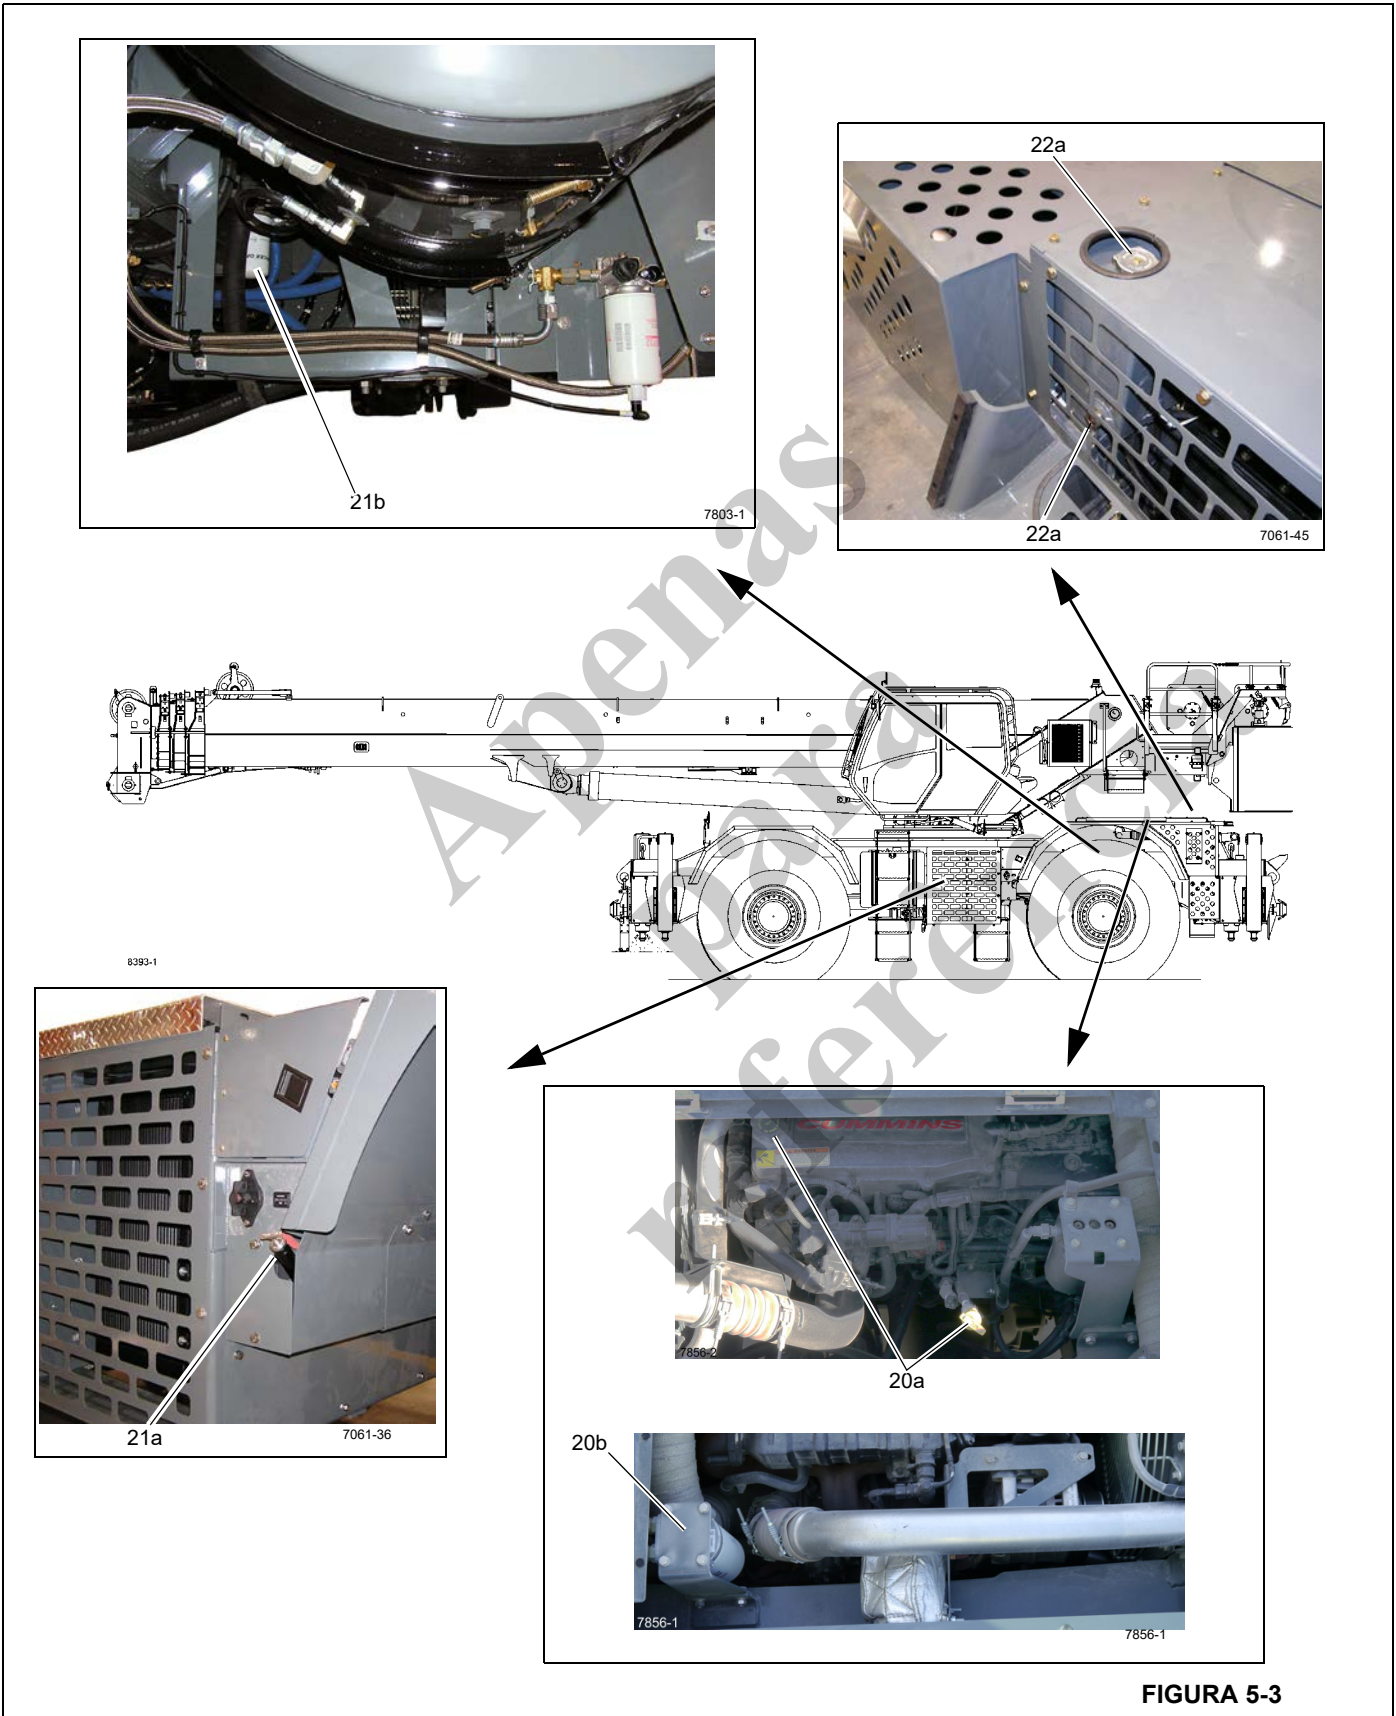

FIGURA 5-3
| 20a 20b | a. Cárter do motor b. Filtro | Figura 5-3 | EO-15W/40 Óleo de motor SAE 15W-40 6829104182 | 21.1 qt 20 l | <ul style="list-style-type: none"> • Verifique o nível a cada 10 horas ou diariamente. • Drene, abasteça e substitua o filtro a cada 250 horas. | <ul style="list-style-type: none"> • Através da tampa da válvula até a marca FULL (CHEIO) da vareta. • Filtro localizado no trilho superior esquerdo da estrutura |
| 21a 21b | a. Transmissão, vareta do conversor de torque b. Filtro | Figura 5-3 | Óleo hidráulico HYDO 6829006444 | 40 qt 37,9 l | <ul style="list-style-type: none"> • Verifique o nível a cada 10 horas ou diariamente. • Drene e reabasteça a cada 1000 horas ou 6 meses • Troque o filtro da transmissão após as primeiras 50 horas e 100 horas de serviço e a cada 500 horas daí em diante. | Através do tubo de enchimento até a marca FULL (CHEIO) da vareta |
| 22a 22b | Sistema de arrefecimento do motor | Figura 5-3 | AFC 50/5050/ 50 Líquido de arrefecimento/ anticongelante misturado totalmente formulado 6829101130 | 50 qt 47,3 l | <ul style="list-style-type: none"> Verifique o nível do líquido de arrefecimento a cada 10 horas ou diariamente. | <ul style="list-style-type: none"> Abasteça o tanque de sobrepresão até o fundo do gargalo de enchimento. Faça o motor funcionar por dois (2) ciclos térmicos. Verifique o nível do líquido de arrefecimento no visor e abasteça conforme necessário. |